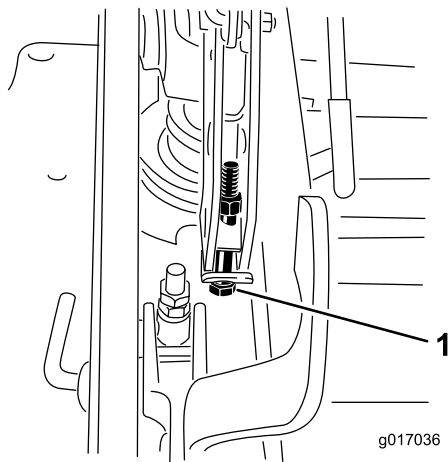

Figure 96
12. Si le tablier est trop bas, serrez le boulon de réglage monopoint dans le sens horaire. Si le tablier est trop haut, desserrez le boulon de réglage monopoint dans le sens antihoraire (Figure 96).